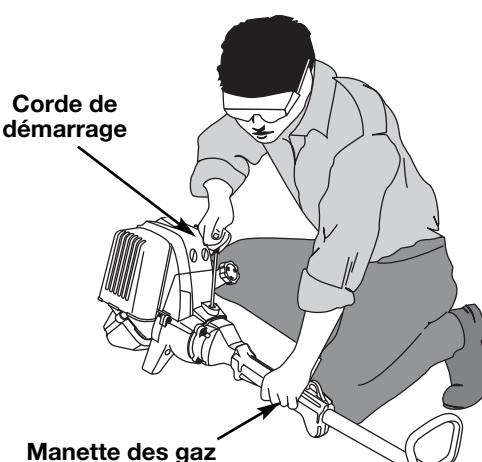

Fig. 13
5. Levez-vous en position de départ et **n'appuyez pas sur la manette des gaz** (Fig. 13). Tirez séchement sur le cordon de démarrage jusqu'à 5 à 10 fois.